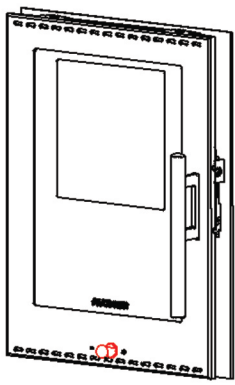

Abb. 1
- **Kaminstutzen einmauern (Abb. 1):**
Die Brennraumtür ist drei-fach verglast, die innerste Scheibe reinigen Sie laut vorheriger Beschreibung, die Reinigung der anderen zwei Scheiben ist etwas aufwendiger, befolgen Sie bitte nachfolgende Punkte: Zuerst muss der Primärluftknopf abgenommen werden (Abb. 1), drehen Sie ihn nach links.